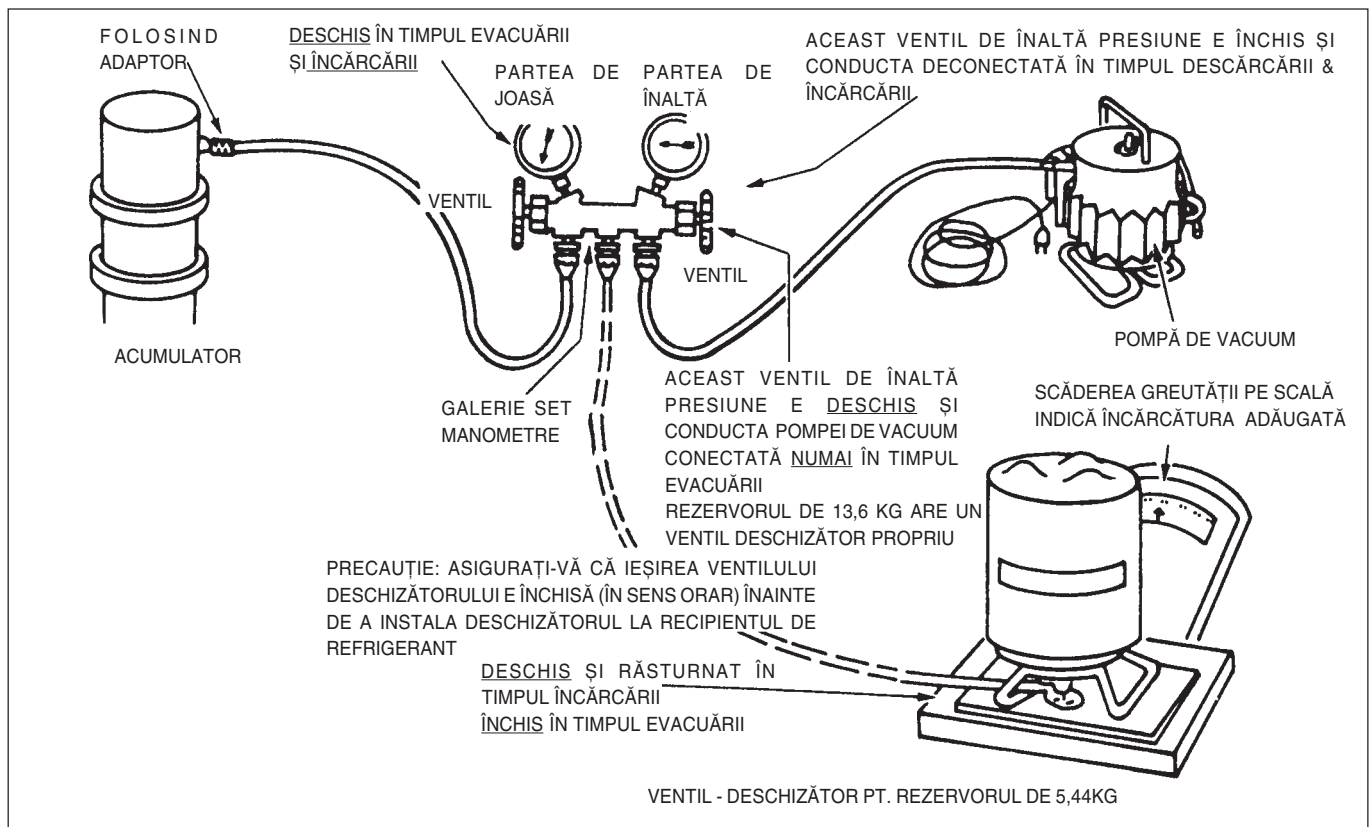

Fig. 14 Încărcarea sistemului cu rezervorul
- 2) Pt a începe evacuarea sistemului A/C cu pompa de vacuum și setul de manometre (vezi Fig. 14), se deschid ușor ventilurile manometrelor pe partea de înaltă și joasă și se pornește pompa de vacuum. Va pompa în sistem până când la manometrul părții de joasă presiune se va realiza un vacuum de 711,2-736,6 mm